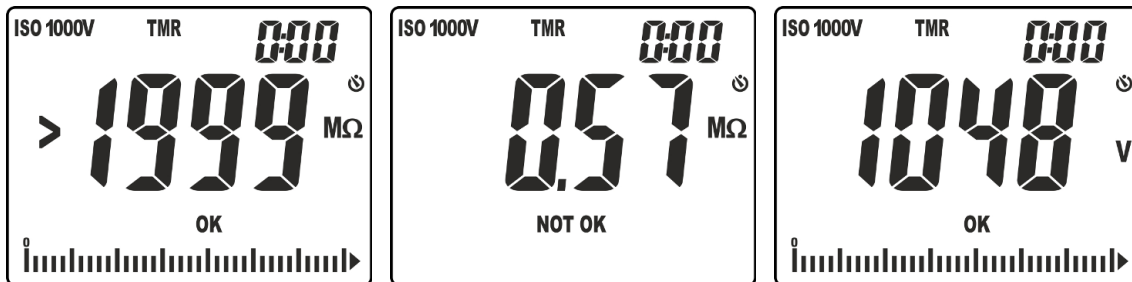

Fig. 21: Risultati della misura di isolamento in modo TMR
9. Nella videata di Fig. 21 – parte sinistra è presente il valore della resistenza di isolamento (il simbolo ">1999" indica la condizione di fuori scala) al termine della misura con risultato positivo "OK" (valore maggiore della soglia impostata). Nella videata di Fig. 21 – parte destra è presente il valore della resistenza di isolamento al termine della misura con risultato negativo "NOT OK" (valore inferiore alla soglia impostata)